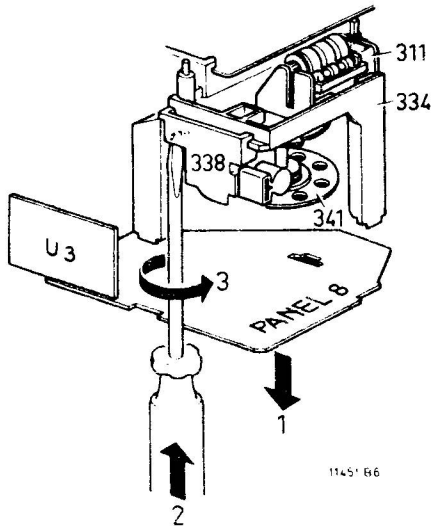

Fig. 3
- Verwijder lamphouder 338 door de twee bevestigingslippen voorzichtig met een schroevendraaier een beetje terug te buigen (fig. 3).